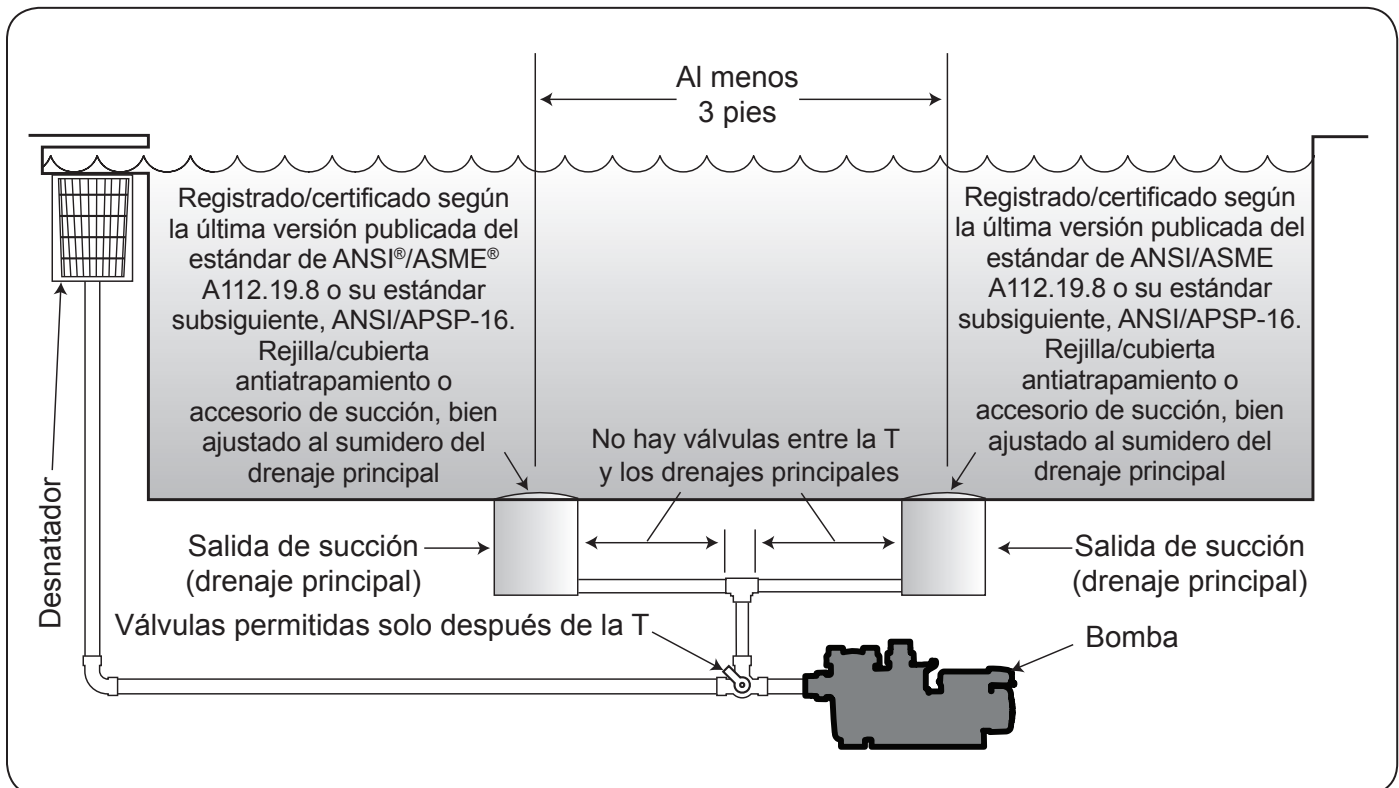

Figura 1. Cantidad de salidas de succión por bomba
Cantidad de salidas de succión por bomba: proporcione al menos dos (2) drenajes principales con equilibrio hidráulico, con cubiertas, como salidas de succión para cada línea de succión de la bomba de circulación. Los centros de los drenajes principales (salidas de succión) en una (1) línea de succión deben estar al menos a 3 pies de distancia, de centro a centro. Ver la Figura 1.
El sistema **debe** incluir al menos dos (2) salidas de succión (drenajes) conectados a la bomba, siempre que la bomba esté en funcionamiento. Sin embargo, si hay dos (2) drenajes principales en una sola línea de succión, la única línea de succión puede contar con una válvula que apague ambos drenajes principales de la bomba. El sistema debe estar construido de forma tal que no permita que cada drenaje se apague o se aisle de forma independiente. Ver la Figura 1.